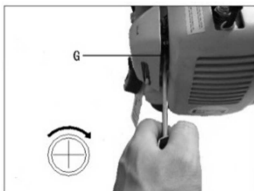

Fig.15
1. Trouver la vis de réglage du ralenti (G) sur le carburateur (Fig.15).